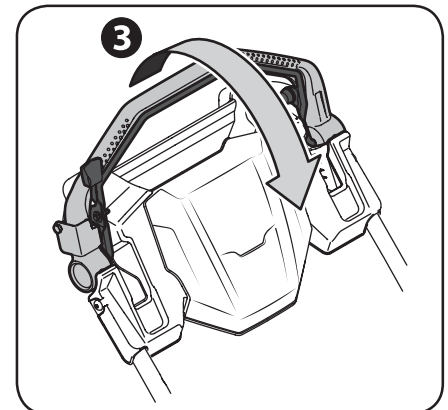

Figura 3-5
3. Mientras mantiene juntos los controles de la transmisión y las cuchillas, empuje el control de la transmisión hacia adelante para propulsar la cortadora. Vea la Figura 3-5. Cuanto más lejos se empuje el control hacia adelante, más rápido avanzará la cortadora.